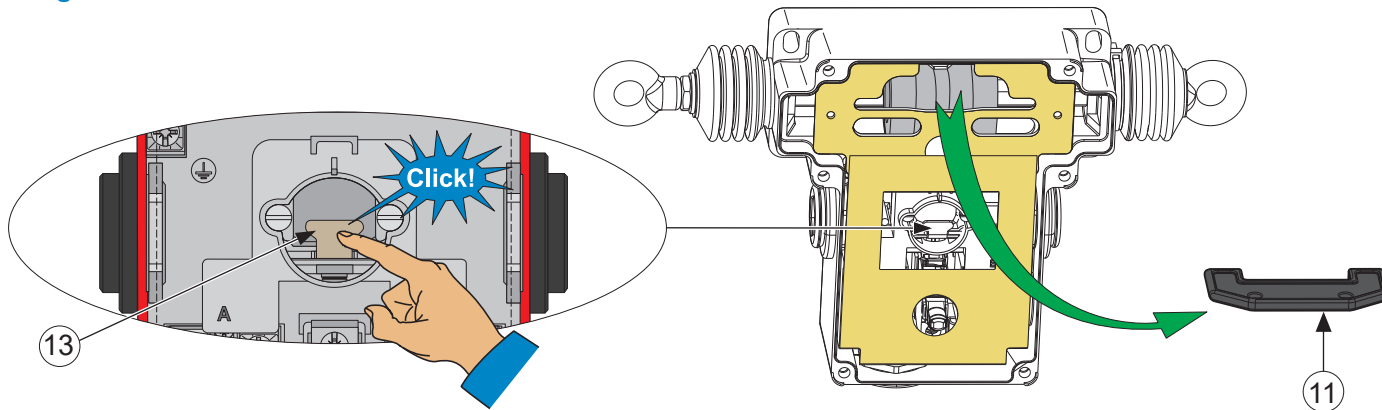

Fig.9
10. 使用 6 颗螺钉 ⑧，将护盖安装至设备 ① 上（拧紧力矩 = 1.5 ± 0.1 Nm/1.1 ± 0.07 lb.ft），或转至接线步骤（见图 9）。